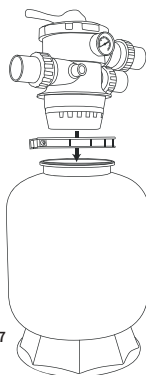

Figura 7
- e. Limpie bien el cuello del tanque. Coloque la junta tórica así como la válvula selectora (6 vías), cuide que el tubo central se deslice en el agujero de la parte inferior de la válvula (Ver figura 7).